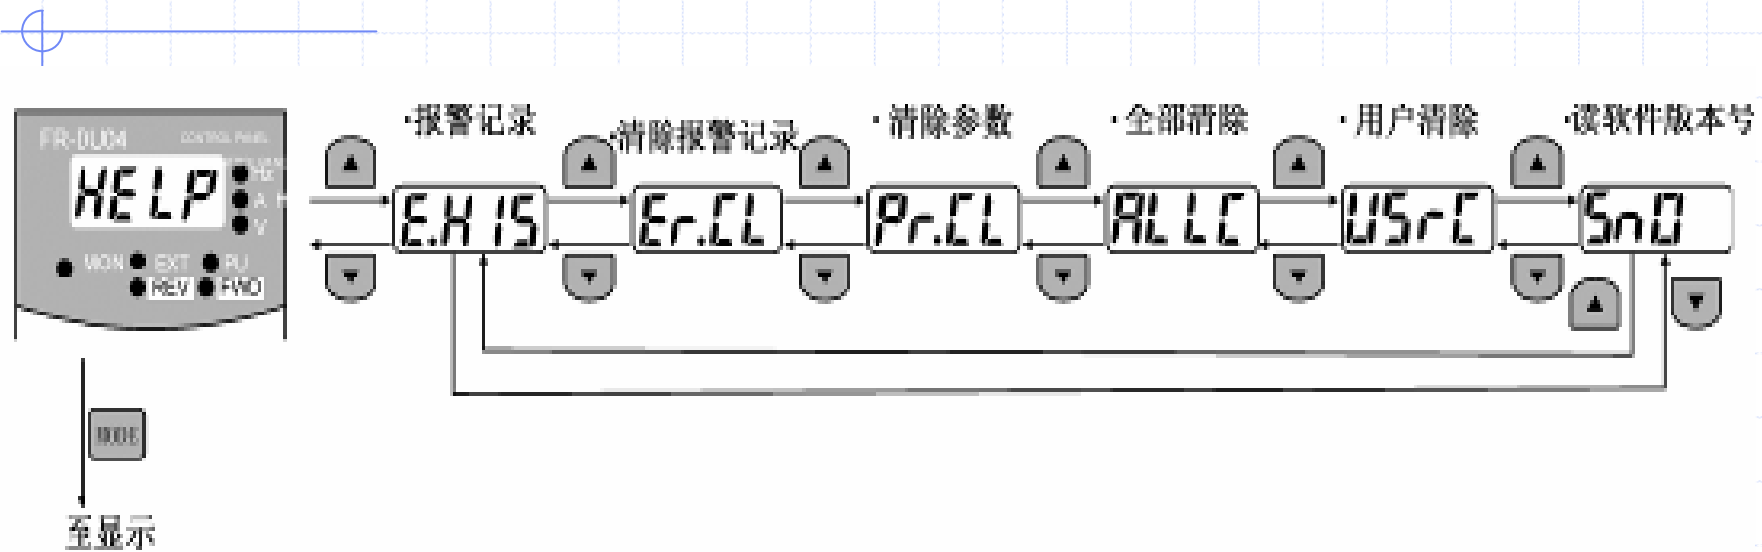

图9-10 帮助模式的操作
(6) 帮助模式，在帮助模式下，按  或  键可以依次显示报警记录、清除报警记录、清除参数、全部清除、用户清除及读软件版本号，其操作如图9-10所示。